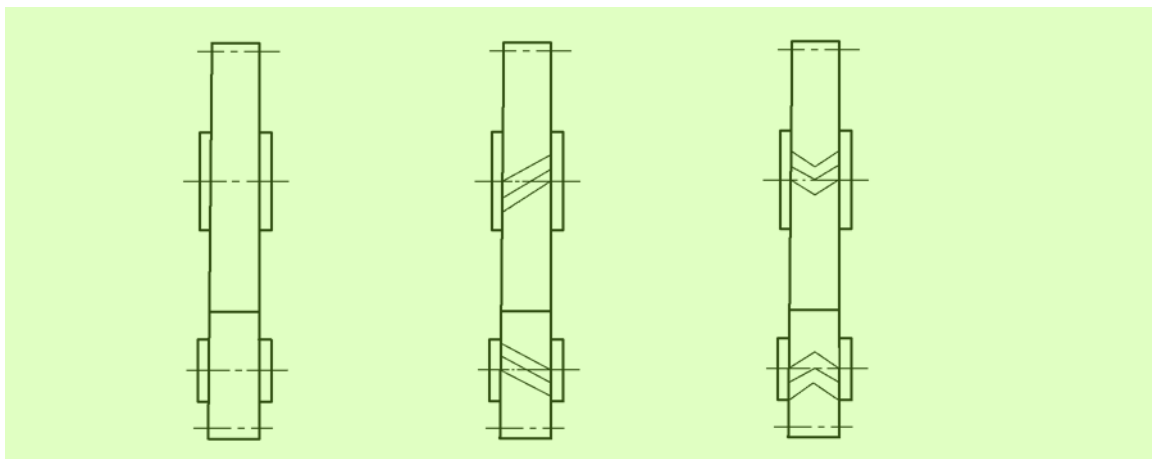

图 10 圆柱齿轮副的啮合画法——外啮合(二) 3
4.2 在平行于圆柱齿轮、锥齿轮轴线的投影面的视图中, 啮合图的齿顶线不需画出, 节线用粗实线绘制, 其他处的节线用细点画线绘制(图 10、图 14)。